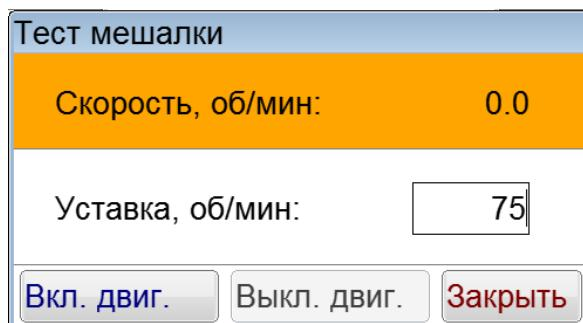

Рисунок 59 – Окно «Тест мешалки»
A.9.4 В случае нажатия кнопки [Тест мешалки] открывается окно «Тест мешалки» (рисунок 59).